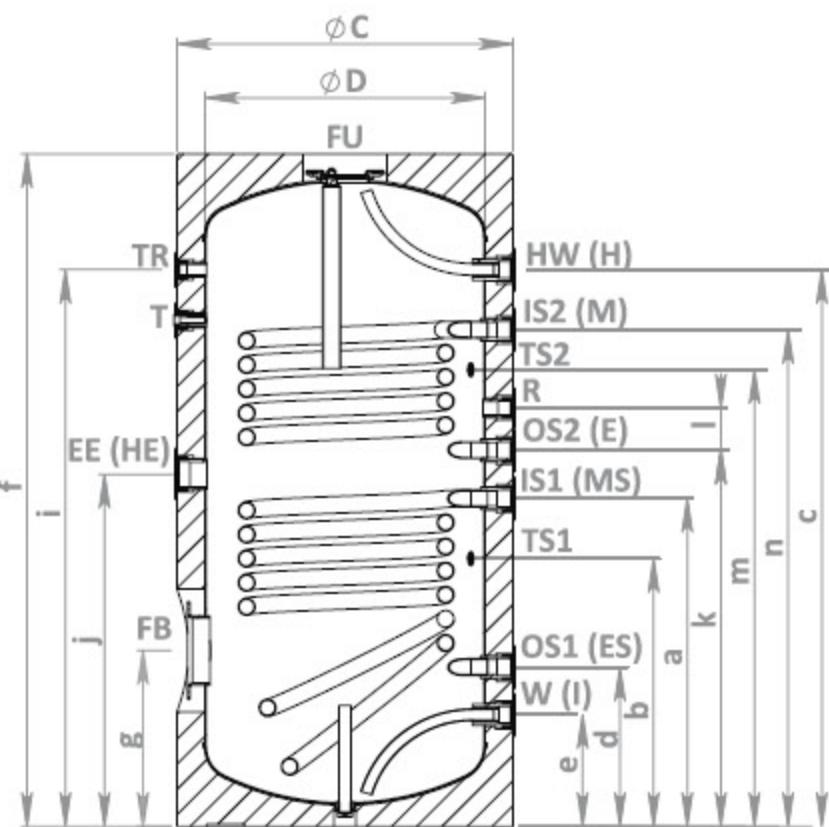
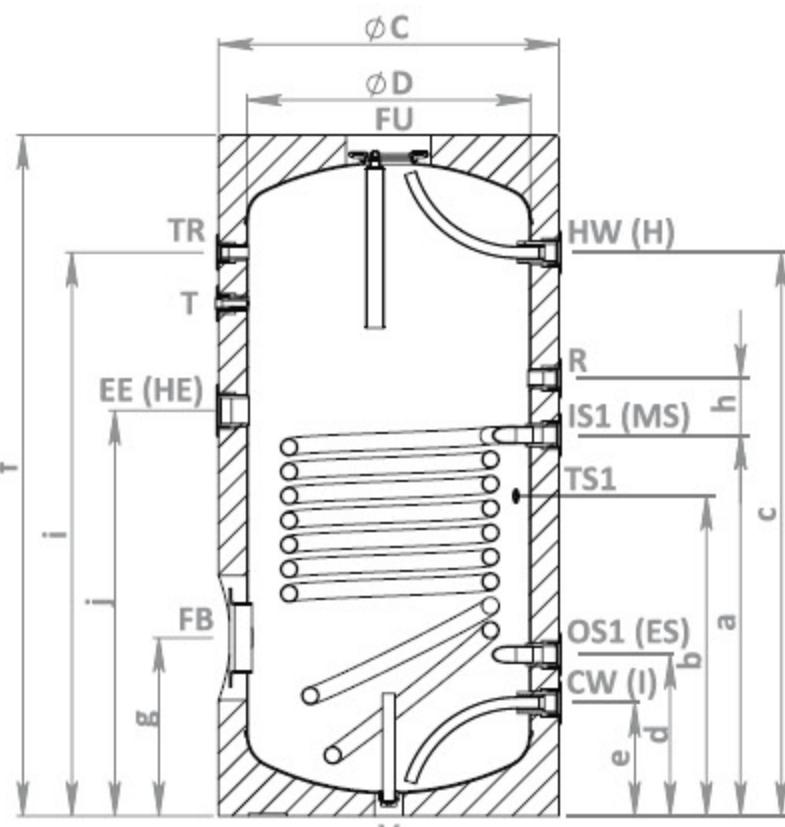

fig. 1
fig. 2
În funcție de model, încălzitoarele de apă pot fi fără schimbător de caldură sau cu unu (fig. 2) sau două schimbătoare de caldură încorporate - fig. 1 La boiler este montat indicator al temperaturii în încălzitorul de apă - T. La conductele de ieșire (marcate cu **TS1, TS2, TS3**) se pot monta detectoare de temperatură a apei în boiler și care participă la comandă puterii termice ce trece prin schimbatoarele de căldură. La boiler se poate monta un încălzitor electric pentru care este prevăzută o conductă de ieșire marcat cu literalele **EE (HE)**. Conducta de ieșire, marcată cu R este destinată pentru recircularea apei calde în instalațiile, unde este posibil.